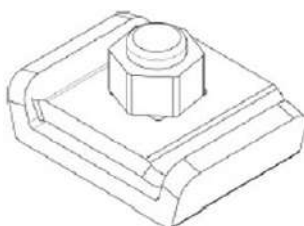

Abbildung 7
c. Ziehen Sie abschließend die M5-Mutter und die M5-Schraube wie in Abbildung 7 gezeigt an.